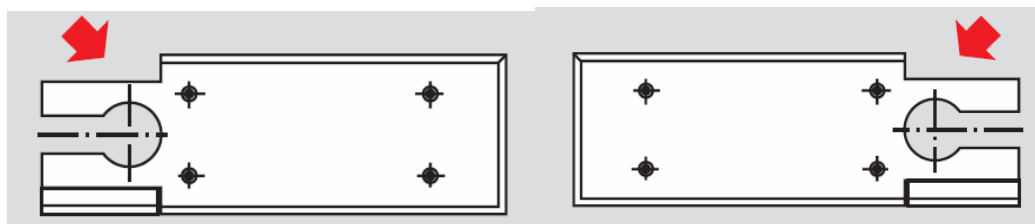

Рис. 12. Удаление заглушки на крышке напольного доводчика.
15. Установите крышку доводчика. При необходимости, удалите заглушки согласно **Рис. 12**.